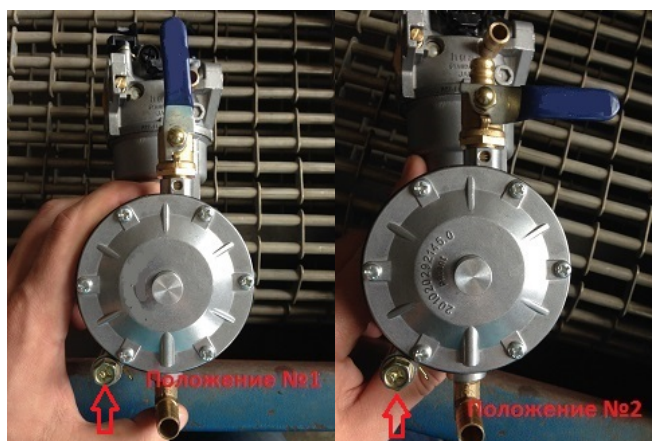

Рис. 2
1. В качестве топлива используется бензин марки АИ-92, а также бытовой сжиженный баллонный газ: пропан и пропан бутан и магистральный газ (см. также рис. 2).
3. При использовании бензина перевести рычаг управления воздушной заслонкой в крайнее левое положение при пуске холодного двигателя и в промежуточное положение при пуске прогретого двигателя. При использовании газа нажать на несколько секунд кнопку в центре регулятора (поз.1 рис. 2) для заполнения впускной трубы газом, затем отпустить кнопку.